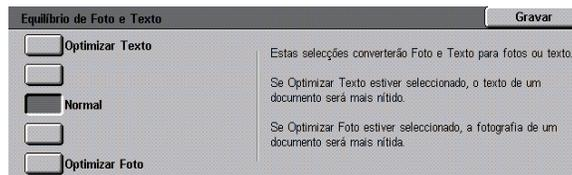

Figura 50: Valores para Texto e Foto
- Selecione a caixa que indica o devido valor de nível de qualidade de imagem para o Equilíbrio de Texto e Foto, tal como ilustrado na Figura 50.